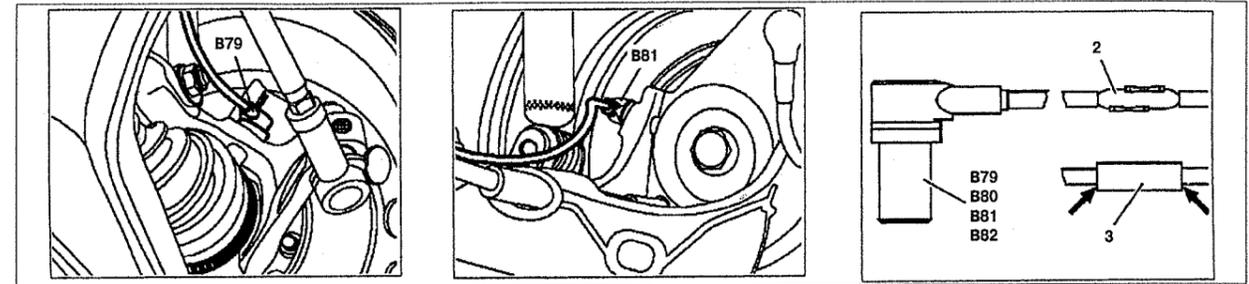

Рис. 9.26. Датчики частоты вращения колес системы ABS:
4. Извлеките датчики ABS B79, 80, 81, 82 из направляющих отверстий (см.рис.9.26).